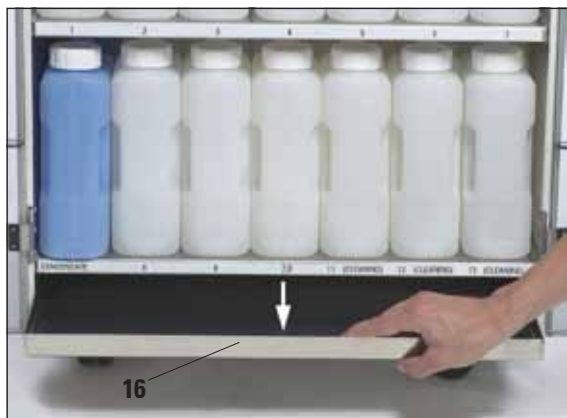

Fig. 82
Verifique com regularidade a bandeja para gotejamento (16) quanto a derramamento de reagentes. (Fig. 82).